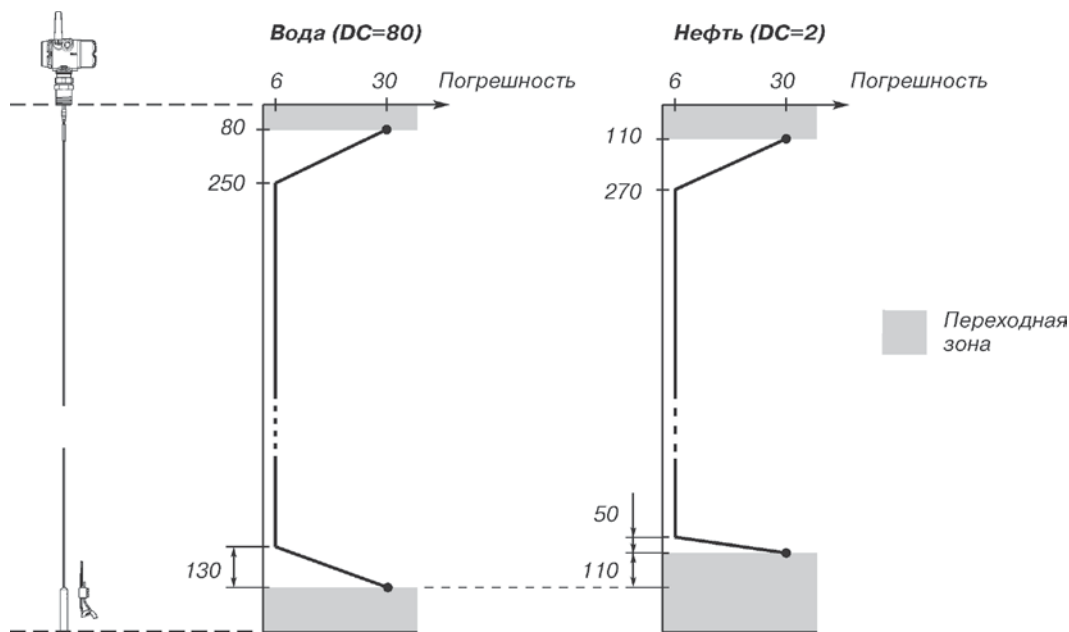

Рис.4. Погрешность за пределами диапазона измерений для одинарных зондов.
**Резервуары хранения (рис.4а).** Уровнемер 3308 идеально подходит для измерения уровня нефти, конденсата,
**Выносные колонны (рис.4б).** Возможность работы в выносной колонне.
**Открытые резервуары (рис.4в).** Надежное и точное решение для контроля уровня в градирнях, хвостохранилищах и сточных колодцах с использованием комплекта для монтажа над открытыми резервуарами.
**Сепараторы (рис.4г).** 3308А способен измерять уровень границы раздела двух сред и подходит для применения в сепараторах без необходимости использования дополнительного оборудования на резервуаре, позволяя сократить количество врезок.
**Подземные резервуары (рис.4д).** Хорошее решение при измерении уровня в подземных резервуарах, например в подземном отстойниках, благодаря возможности работы в условиях ограниченного свободного пространства для установки.
Рис.4а.
Рис.4б.
Рис.4в.
Рис.4г.
Рис.4д.